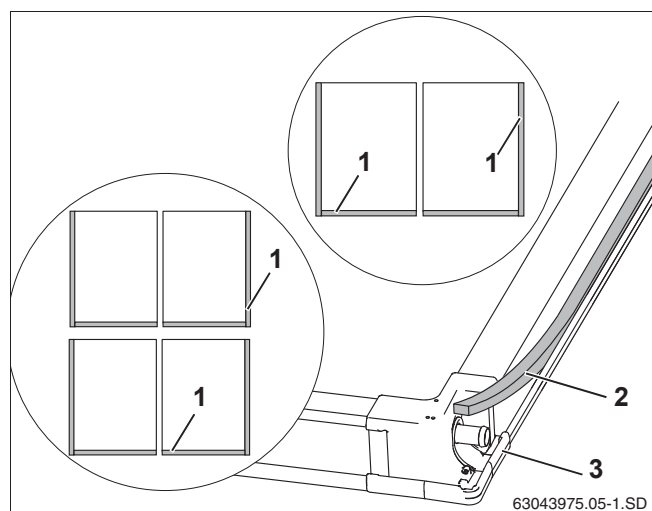

Рис. 23 Задняя сторона коллектора
В местах соединений боковых и нижних накладных листов с коллекторами (рис. 23, **поз. 1**) должна быть уложена уплотняющая лента.
- ▶ Уложите уплотняющую ленту (рис. 23, **поз. 2**) клеящей стороной вперед в пазы наружной стороны крайнего коллектора и внизу каждого коллектора (рис. 23, **поз. 1**) в т.ч. в угловой соединительный элемент (рис. 23, **поз. 3**).